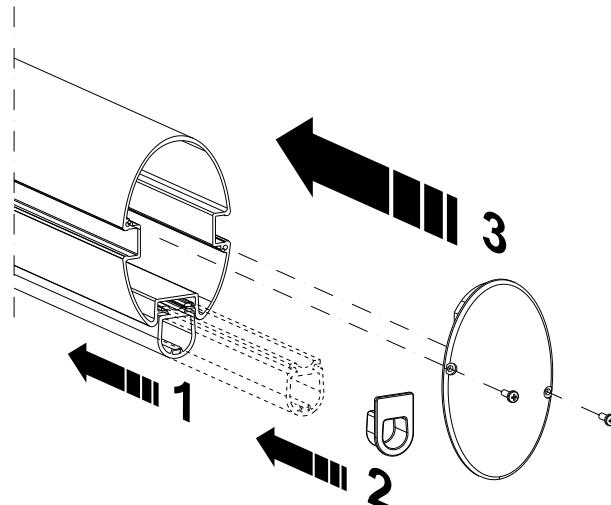

fig. 5
- 6\_ infilare il profilo antiurto in gomma, tagliare la parte in eccesso (se necessario) e chiuderlo con il proprio tappino. Procedere al montaggio del cordone luminoso a led, se presente (vedi istruzioni relative), quindi montare il tappo asta fissandolo con le viti fornite (fig. 5);
- 6\_ Insert the rubber shockproof profile, cut any excess (if necessary) and close with its cap. Fit the LED line, if present (see relative instructions), followed by the bar cap and fixing it with the screws supplied (fig. 5);
- 6\_ Setzen Sie das Gummiprofil ein, schneiden Sie (falls erforderlich) den überschüssigen Teil ab und verschließen Sie es mit der Abdeckung. Montieren Sie falls vorhanden das LED-Element (siehe entsprechende Anweisungen) und bringen Sie dann die Abdeckung der Stange mit den mitgelieferten Schrauben an (Abb. 5).
- 6\_ enfiler le profil antichoc en caoutchouc, couper l'excédent (le cas échéant) et mettre le bouchon. Monter maintenant le cordon lumineux à led, s'il est présent, (voir instructions), et monter ensuite le bouchon de la tige en le fixant avec les vis fournies (fig.5)
- 6\_ Introduzca el perfil paragolpes de goma, corte la parte excedente (si fuera oportuno) y ciérrelo con su tapón. Monte la tira luminosa de led, si estuviera disponible (véanse instrucciones adjuntas), después Monte el tapón del asta fijándolo con los tornillos entregados (fig. 5);
- 6\_ introduzir o perfil anti-choque de borracha, cortar a parte em excesso (se necessário) e fechá-la com a sua tampa. Efetuar a montagem do cordão luminoso de leds, se presente (ver as relativas instruções) e, em seguida, montar a tampa da haste fixando-a com os parafusos fornecidos (fig. 5);